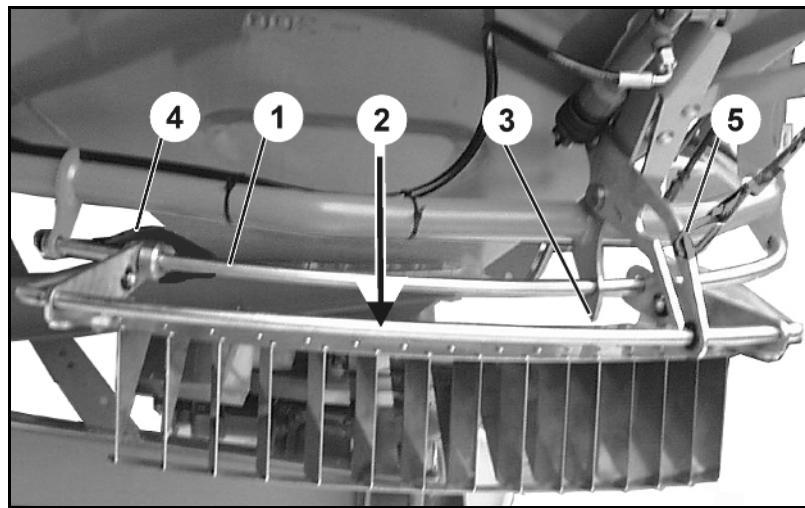

図 80
- 設定する値は散布表 (図 80) から読み取ってください。